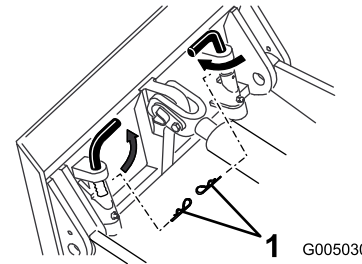

Figura 10
- Algunos modelos más antiguos de la unidad de tracción tienen taladros en los pasadores de muelle y de acoplamiento rápido de la placa de montaje (Figura 10) que permiten la inserción de 2 pasadores de horquilla, lo que es recomendable en recorridos largos. De esta forma se asegura que los pasadores no se aflojen debido a la vibración del arado.